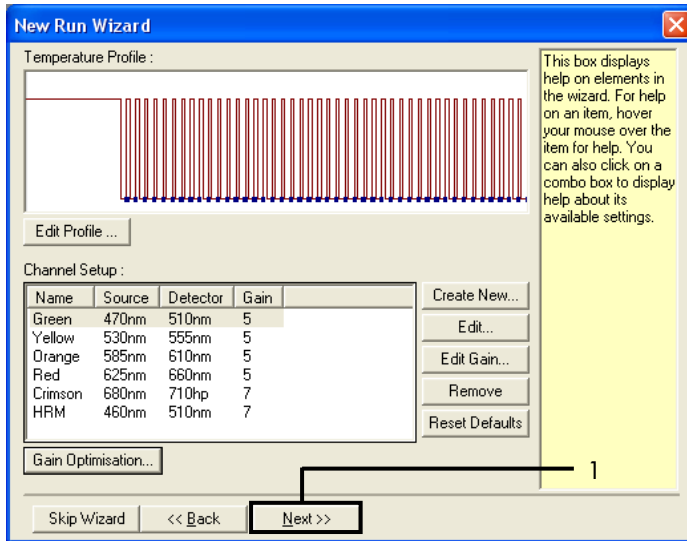

Figure 35. Boîte de dialogue « New Run Wizard » (Assistant nouveau cycle) et écran de modification de la température (1 = « Next » [Suivant]).
4. Cliquer sur Next (Suivant) (figure 35).